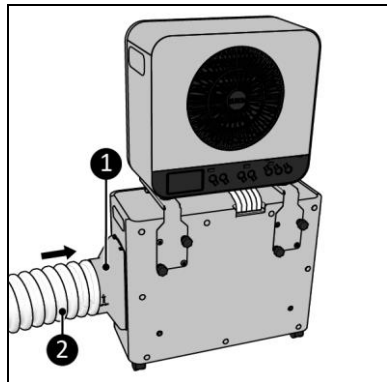

Figure 15
9. Raccordez l'adaptateur (figure 15, pos. 1) au côté de l'unité intérieure (figure 15, pos. 1).
10. Élargissez légèrement le tuyau d'évacuation de chaleur (figure 15, pos. 2) à une extrémité et vissez-le (dans le sens inverse des aiguilles d'une montre) sur l'adaptateur.
3. L'adaptateur (figure 15, pos. 1) et le tuyau d'évacuation de chaleur (figure 15, pos. 2) doivent être raccordés au côté de l'unité extérieure.